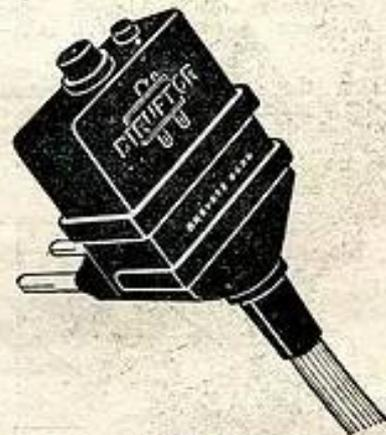

Fig. 8
**DIRUPTOR** : la sécurité. Un mot trop méconnu. Mais voici la protection individuelle qui « suit » la machine. Cette sécurité est assurée par la fiche protégée dont la figure 8 donne une idée approximative. L'usage, par contre, en affirme la qualité.